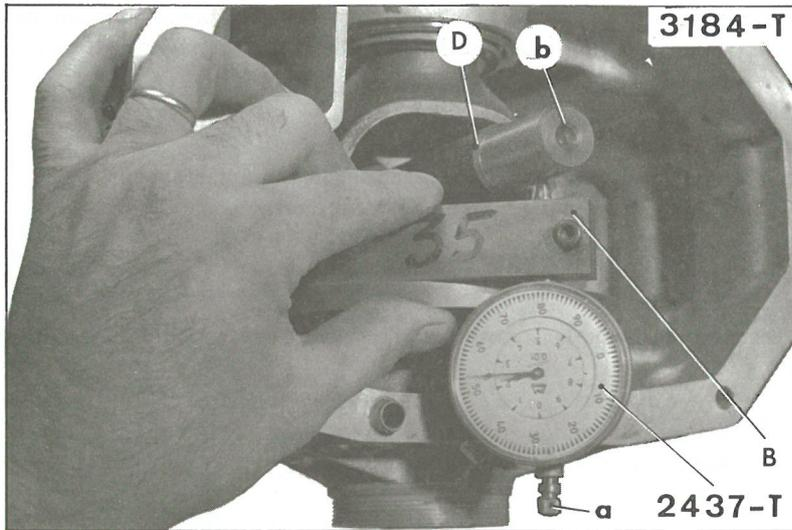

Abb. 2
- e) Die Stärke der Einstellscheibe bestimmen, die in die linke Gehäusehälfte einzubauen ist. (s. Abb. 2).